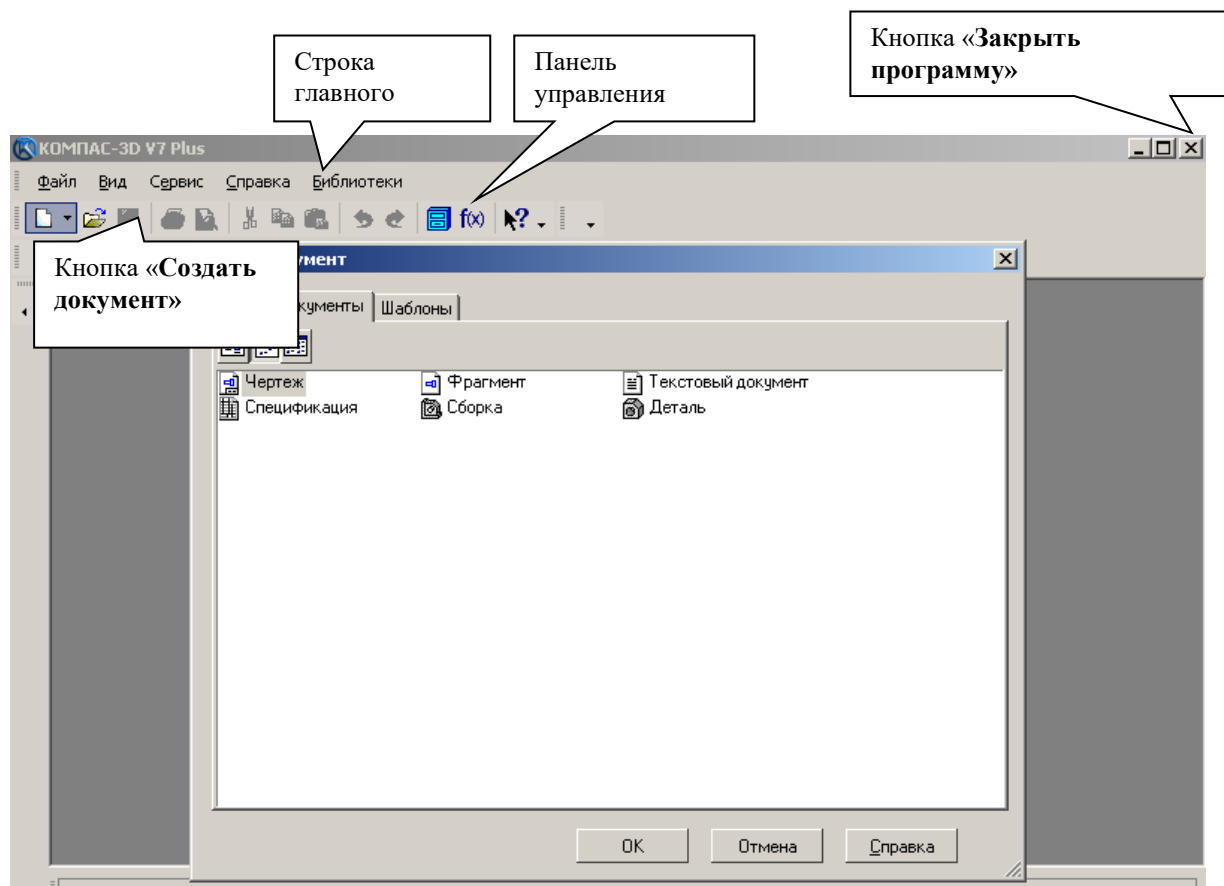
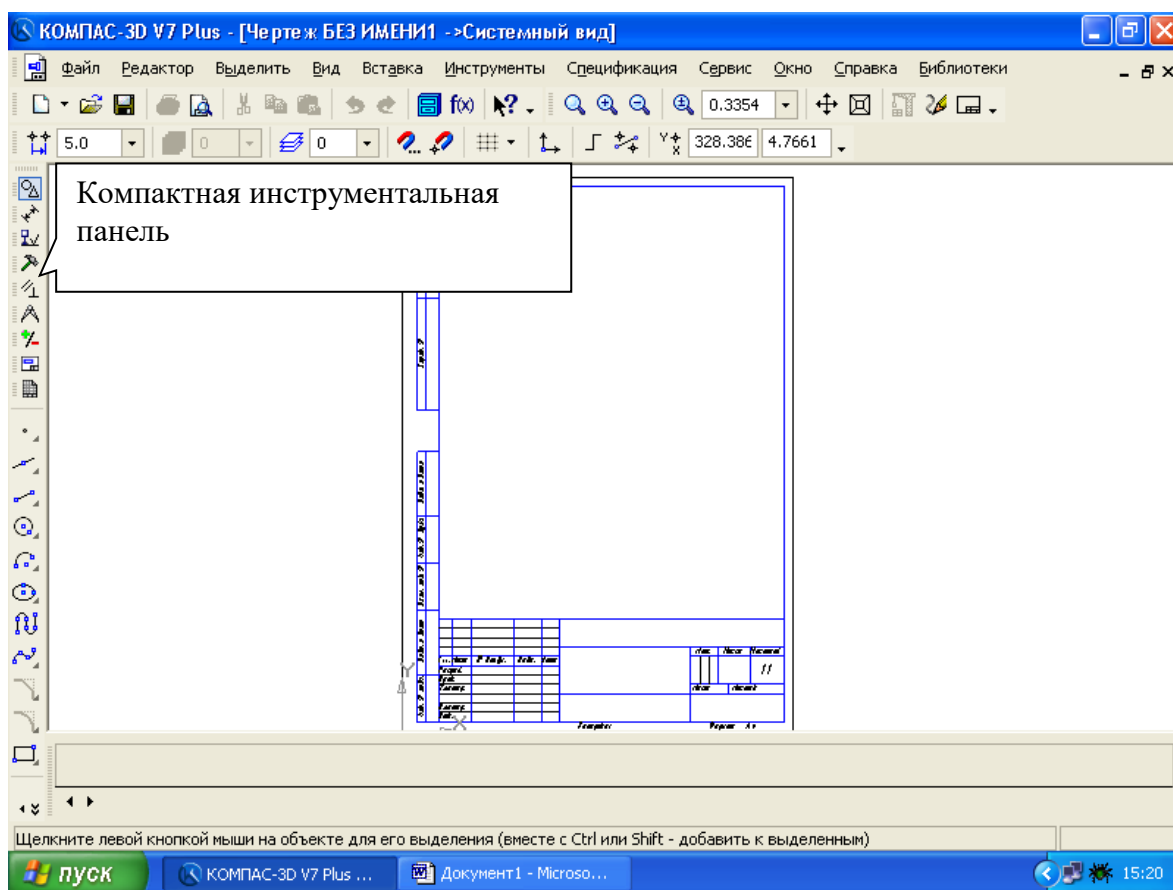

Рис.2
Рис.3 Создание листа чертежа
После запуска системы «Компас» на экране отобразится главное окно системы, на котором представлены элементы управления системой (рис.2).
- 1) Щелкнуть по кнопке «**Закрыть программу**» в верхнем правом углу экрана (рис.2);
Для вывода на экран нового листа чертежа нужно щелкнуть по кнопке «Создать документ», откроется окно «Новый документ», в котором следует щелкнуть по кнопке «Чертеж» (рис.2). На экране появится лист формата А4, расположенный вертикально (рис.3).